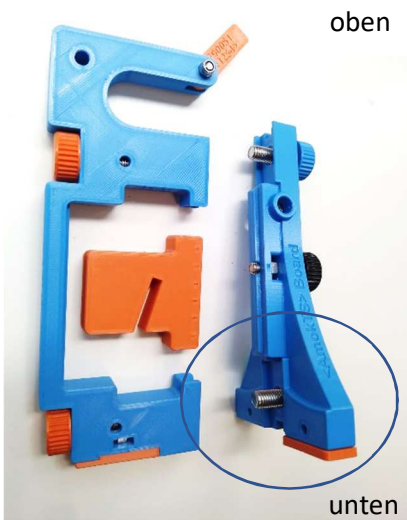

Bild 3
a) Wenn Sie nur das Aufsperren verhindern wollen, dann geben Sie **den breiten Teil** des T-Stücks (1) **nach unten** (Bild 3).